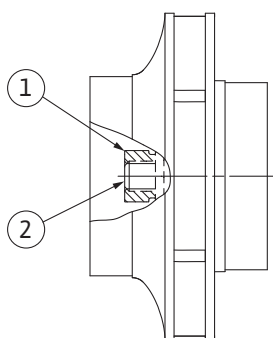

Fig. 111: Правильное положение гайки рабочего колеса после монтажа
8. Удерживая вал гаечным ключом (с шириной зева 22 мм), затянуть гайку рабочего колеса с предписанным крутящим моментом затяжки (см. таблицу «Крутящий момент затяжки» [► 36]). Гайка (Fig. 111, поз. 1) должна располагаться заподлицо с концом вала (Fig. 111, поз. 2) с отклонением $\pm 0,5$ мм. Если это условие не выполняется, ослабить гайку и повторить операции 4 – 8.